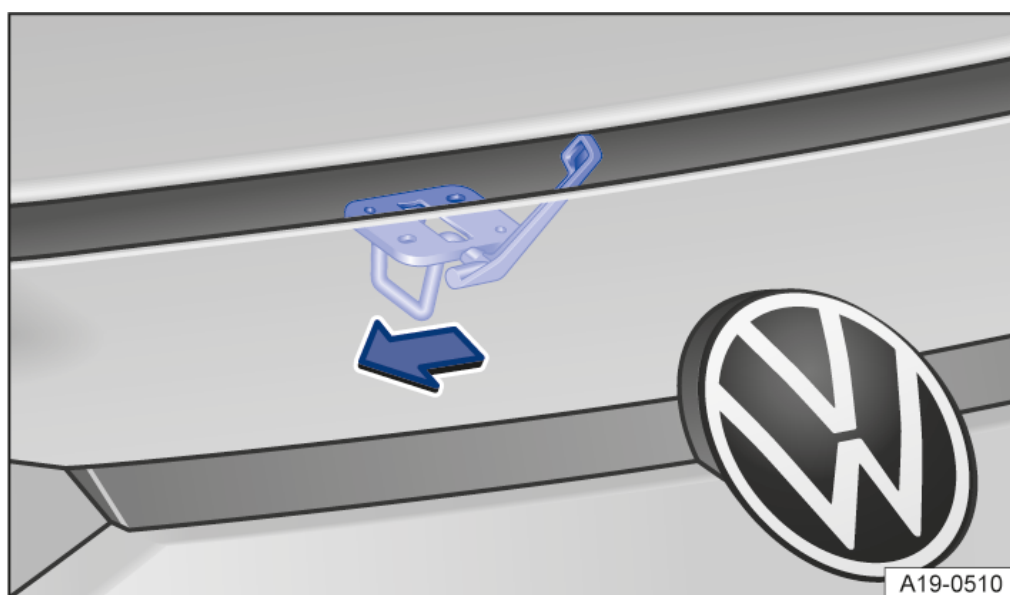
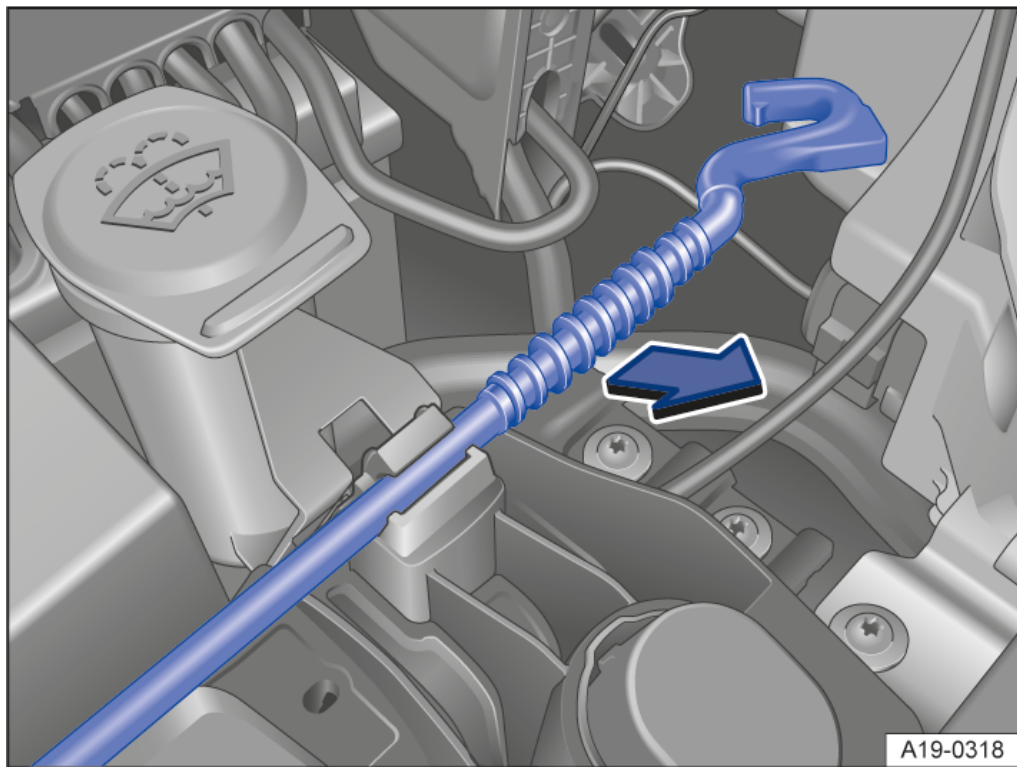
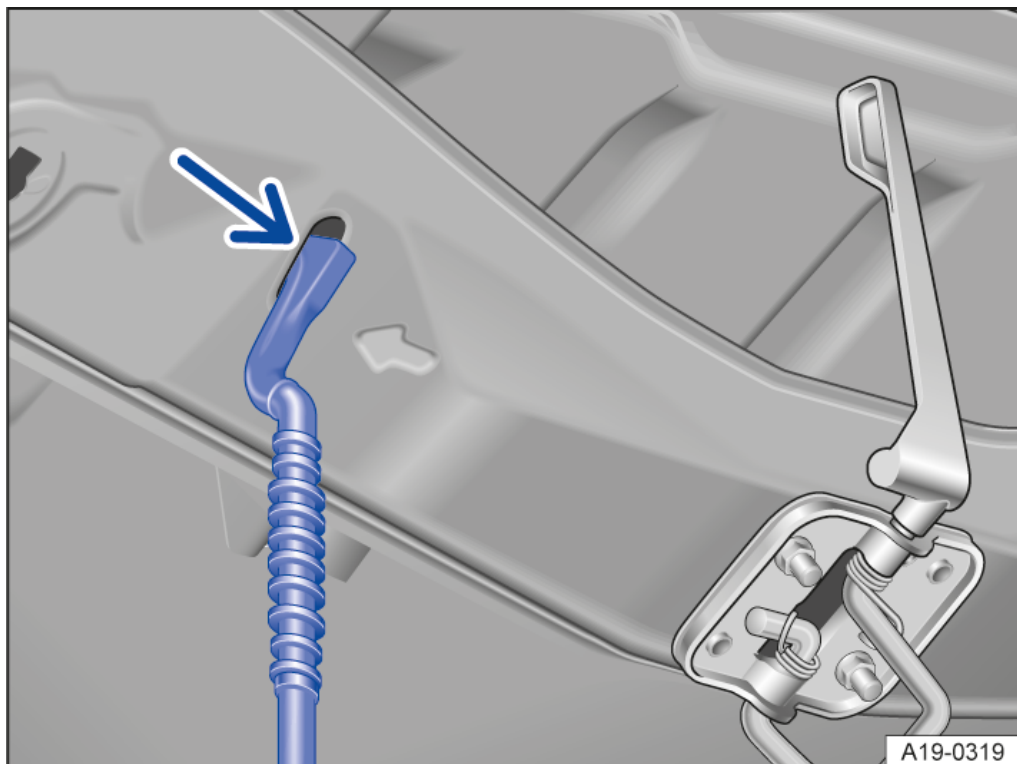

Abb. 2 An der Frontklappe: Öffnungshebel.
Abb. 3 Im Frontraum: Klappenstütze in der Halterung.
Abb. 4 An der Frontklappe: Aufnahme für die Klappenstütze.
- Frontklappe etwas anheben und gleichzeitig den Öffnungshebel in Pfeilrichtung drücken → *Abb. 2*, um die Frontklappe ganz zu öffnen.
- Klappenstütze in Pfeilrichtung aus der Halterung → *Abb. 3* nehmen und in die Öffnung → *Abb. 4* einsetzen.
—Klappenstütze aus der Öffnung → *Abb. 3* aushaken und in die Halterung stecken → *Abb. 2*.